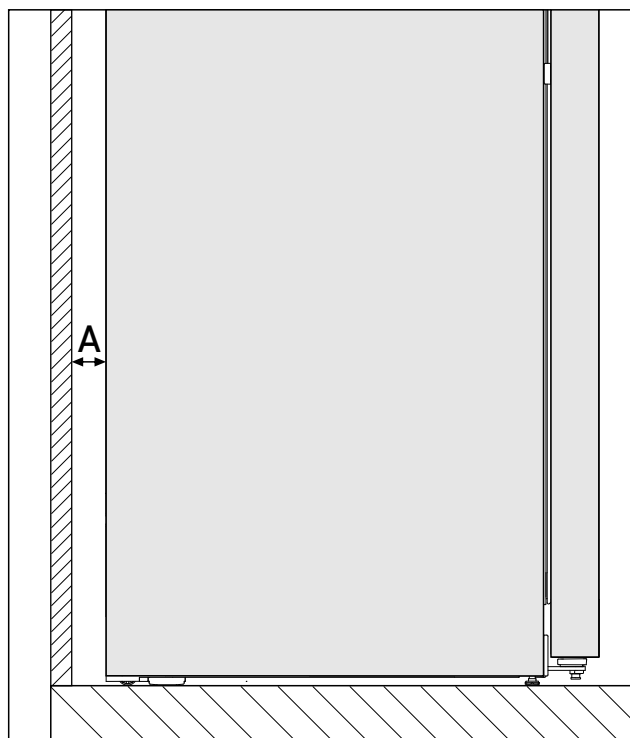

Fig. 2 \*
Il consumo energetico è stato rilevato con una distanza dalla parete Fig. 2 (A) tra il retro dell'apparecchio e la parete. Se la distanza dalla parete è inferiore a Fig. 2 (A), questo non influenza in alcun modo la funzionalità dell'apparecchio, ma il consumo energetico aumenta con una distanza dalla parete inferiore.\*